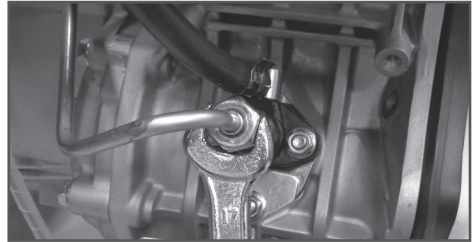

Рис. 12 Удаление воздуха из топливного насоса
6. Рожковым ключом 17 мм открутите гайку крепления топливной трубки высокого давления на 1,5-2 оборота (Рис. 12). Поместите под выходным штуцером топливного насоса высоко-го давления кусок ветоши.